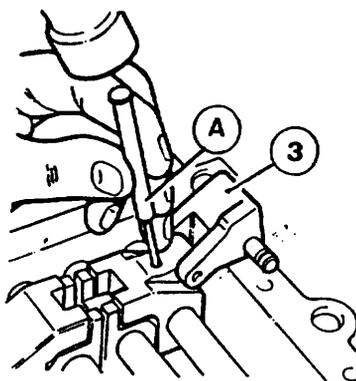

Fig. 3C.5-6
Desmonte el tornillo (4) que fija el travesaño (5) de marcha atrás (ver Fig. 3C.5-4).